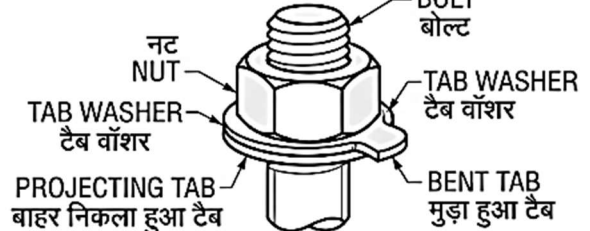

Fig. 7.3: Methods of Locking Nuts and Bolts | नट एवं बोल्ट को लॉक करने की विधियाँ
7.3.1 Introduction (Fig.7.3)
7.3.1 परिचय (Fig.7.3)